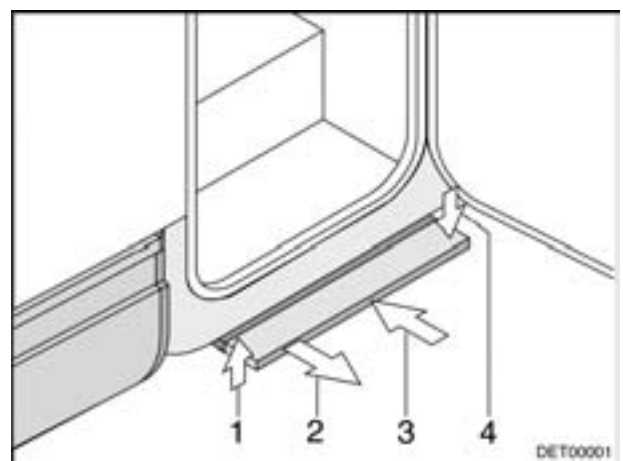

Bild 1 Mechanisch bedienbare Eintrittstufe
- Stufe nach vorn ziehen (Bild 1,2), bis sie einrastet.
- Stufe leicht anheben (Bild 1,1).
- Stufe bis zum Anschlag unter den Fahrzeugboden (Bild 1,3) schieben. Darauf achten, dass die Stufe einrastet (Bild 1,4)!